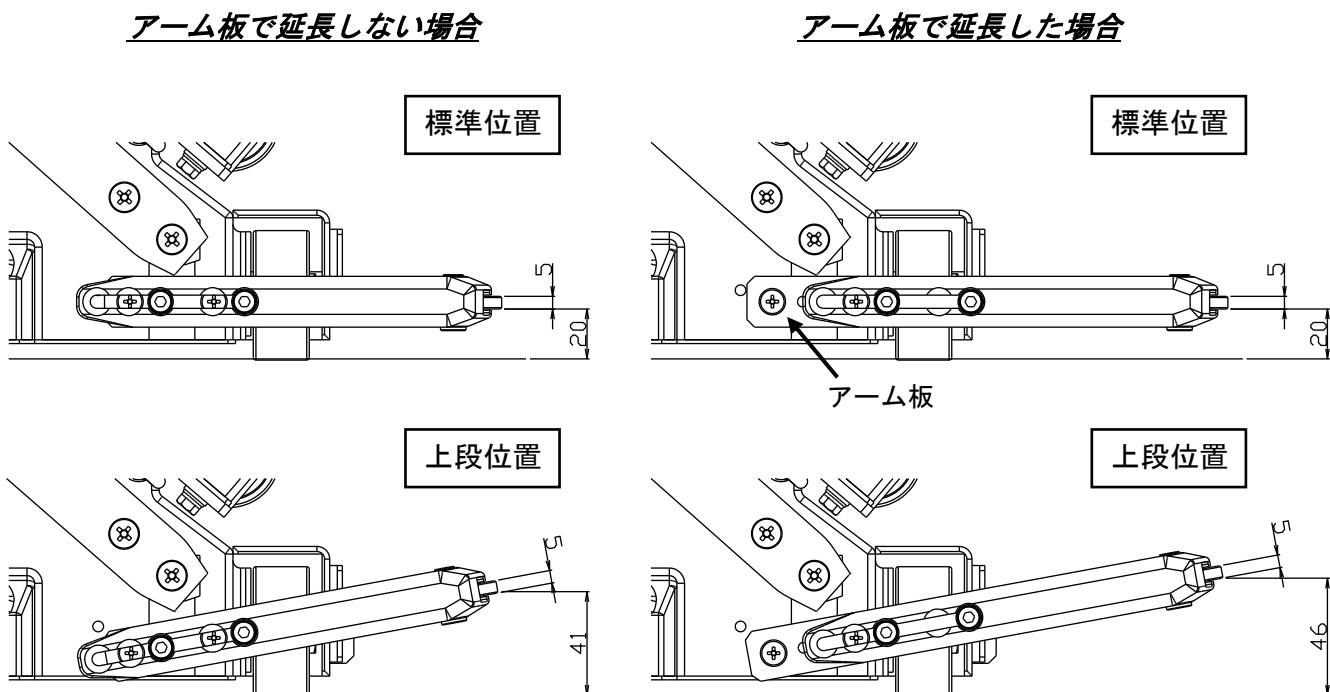

図3. ガイドローラー高さ
10. ガイドローラの高さを 3 段階に調整できます。(5.1 各部の名称と機能 図 3 参照)
また図3のように取付方法を変更することにより、ガイドローラーの高さ調整が出来ます。